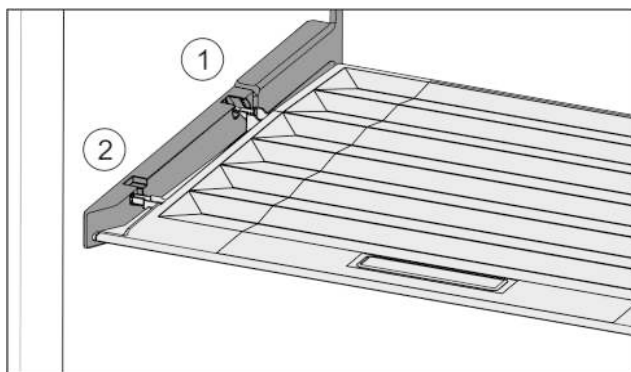

Fig. 29
- ▶ Вставить поперечные ребра крышки через отверстие заднего держателя Fig. 29 (1) и защелкнуть спереди Fig. 29 (2).